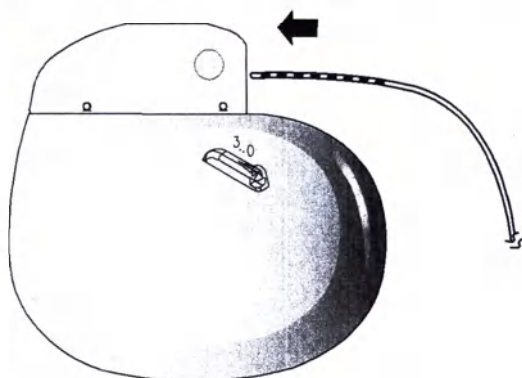

Рис. 1. Полностью вставьте в гнездо нейростимулятора коннектор удлинителя.
3. Вставьте коннектор удлинителя в гнездо нейростимулятора, чтобы он плотно вошел в блок коннектора (Рис. 1). Если при введении коннектора ощущается сопротивление, вывинтите установочный винт с помощью ключа с тарированным усилием (поставляемого с нейростимулятором).